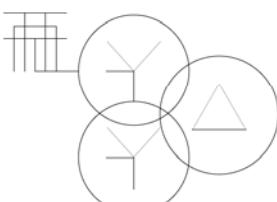

图8-40 延伸线段
- 13 调用EX【延伸】命令，延伸线段，如图8-40所示。